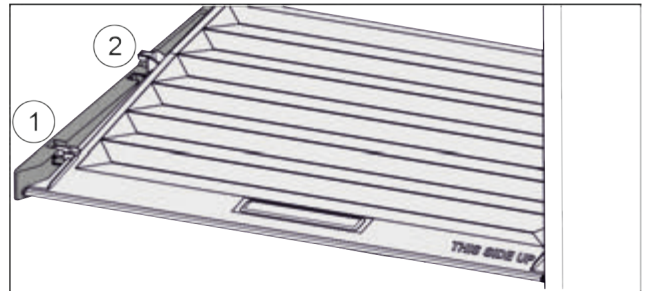

Fig. 101
- ▶ Кришку до отвору в деталях для підтримки потягнути вперед *Fig. 101 (1)*.
- ▶ Підняти ззаду знизу та вийняти *Fig. 101 (2)* вгору.